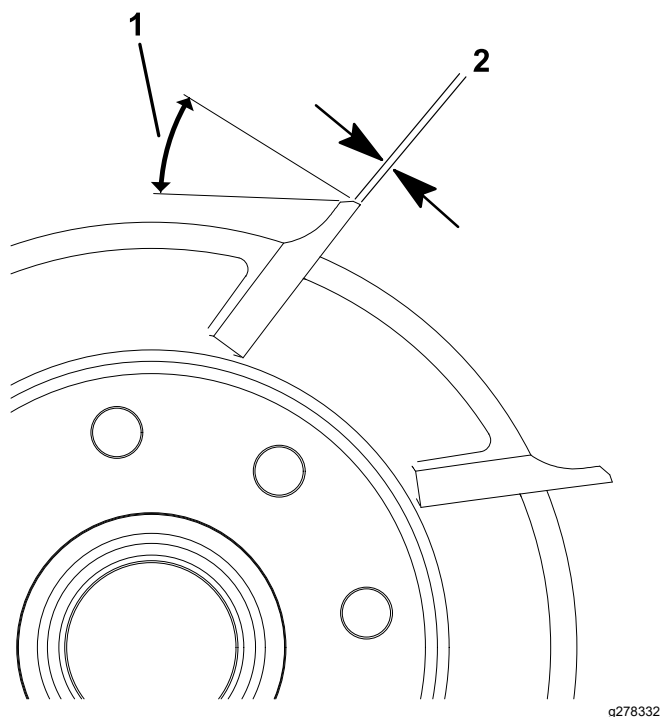

Figura 23
1. Aplique uma amolação de retificação de 30° em todas as lâminas do cilindro até que a folga tenha uma largura de 0,8 mm (Figura 23).